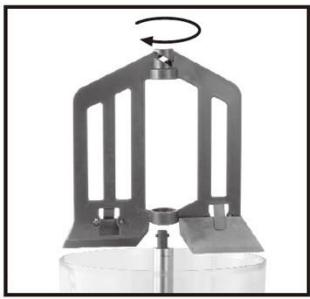

Figure 3
- 2) Entfernen Sie das Rührwerk von der zentralen Welle, indem Sie es im Uhrzeigersinn drehen (siehe Abbildung 3).